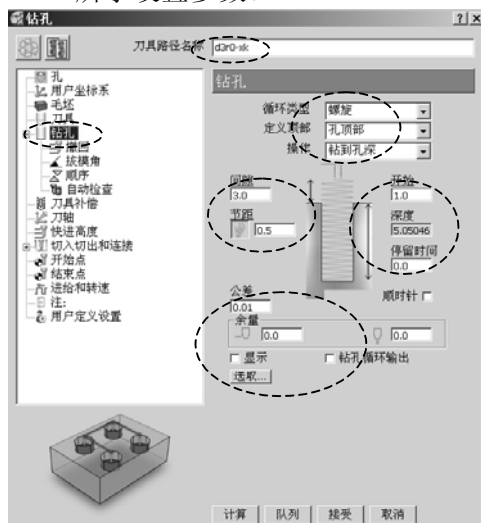

图 7-79 设置铣孔参数
2) 计算铣孔刀路: 在 PowerMILL 综合工具栏中, 单击刀具路径策略按钮, 打开“策略选取器”对话框, 选择“钻孔”选项卡, 在该选项卡中选择“钻孔”, 单击“接受”按钮, 打开“钻孔”表格, 按图 7-79 所示设置参数。